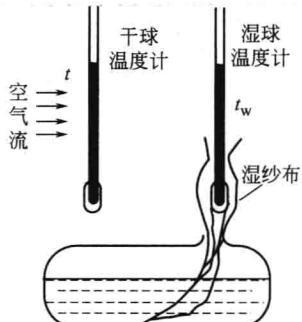

图 1-1 干湿球温度计
2) 湿球温度 如图1-1所示为干湿球温度计。其中没有包纱布的温度计是干球温度计，它所测得是湿空气的干球温度。另一支用湿纱布包裹温度计的感温部分（水银球），纱布下端浸在水中，以保证纱布一直处于充分润湿状态，这种温度计称为湿球温度计。湿球温度计在空气中达到稳定或平衡时，温度计的指示值称为湿球温度，以符号 $t_w$ 表示。